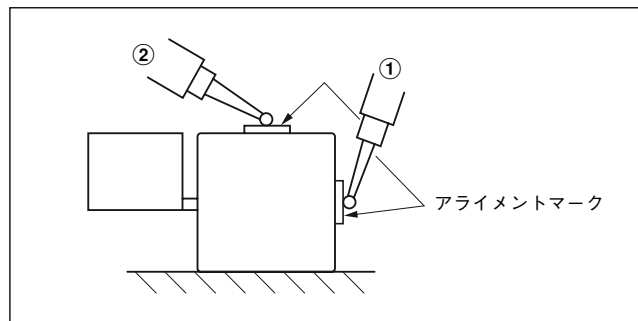

図 3-7. スケール部と機械の走り測定
スケール部側面のアライメントマーク位置 (図 3-7、①) に直接ピックテスターまたはダイヤルゲージを当て、機械の走りに対してスケール部の平行を出してください。